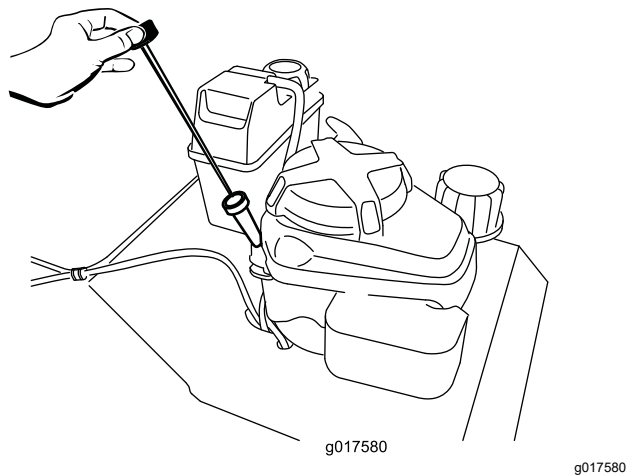

Figura 7
2. Limpie alrededor de la varilla (Figura 7).